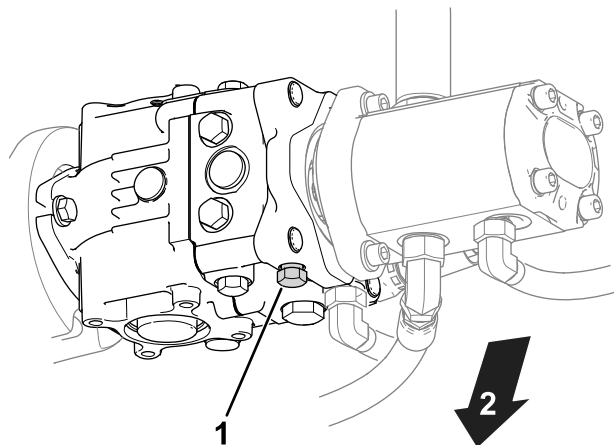

Figura 29
1. Trouvez la vanne de dérivation sur la pompe (Figura 29).